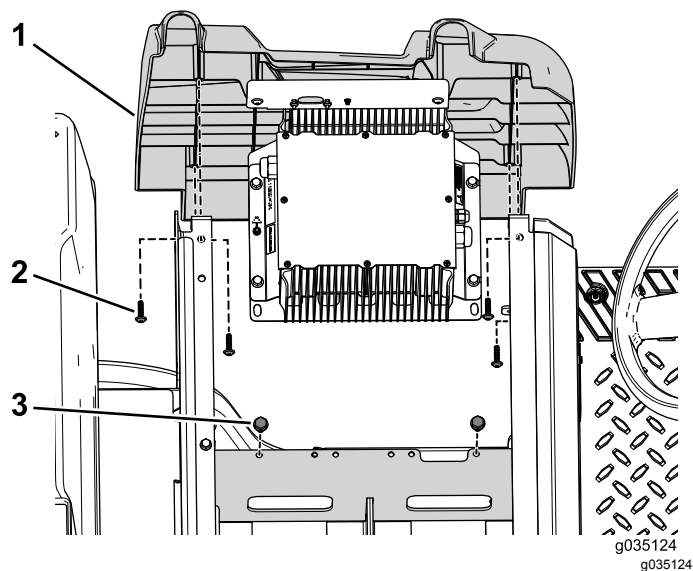

图10
2. 拧下将充电器支架固定到电池托盘上的 2 个螺栓图10。
3. 拧下将左侧面板固定到机器的 4 个自攻螺丝图10。
1. 用之前卸下的 4 个自攻螺丝固定左侧面板 图10。
2. 用之前卸下的 2 个螺栓将充电器支架固定至电池托盘 图10。